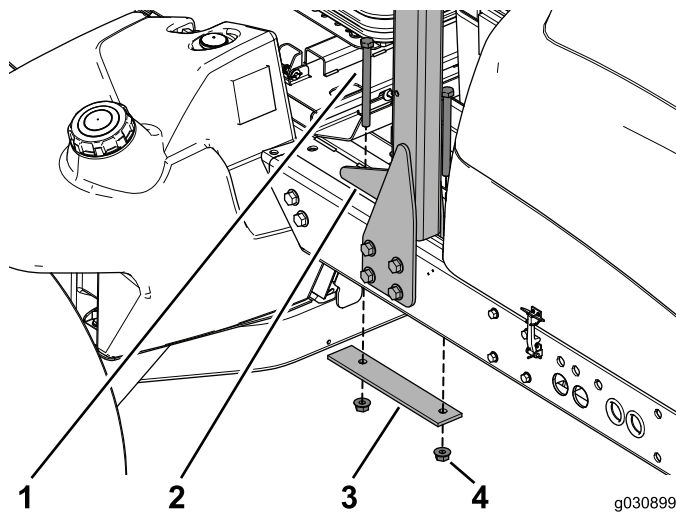

Figura 2
3. Rimuovete e conservate i 2 bulloni, la piastra di rinforzo e i 2 dadi flangiati che fissano il ROPS alla parte superiore del telaio (Figura 2).